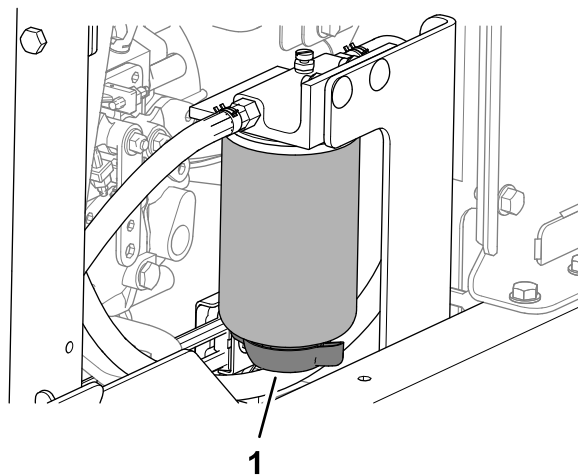

Рисунок 84
3. Поместите сливной поддон под сливной клапан водоотделителя топливной системы (Рисунок 84).